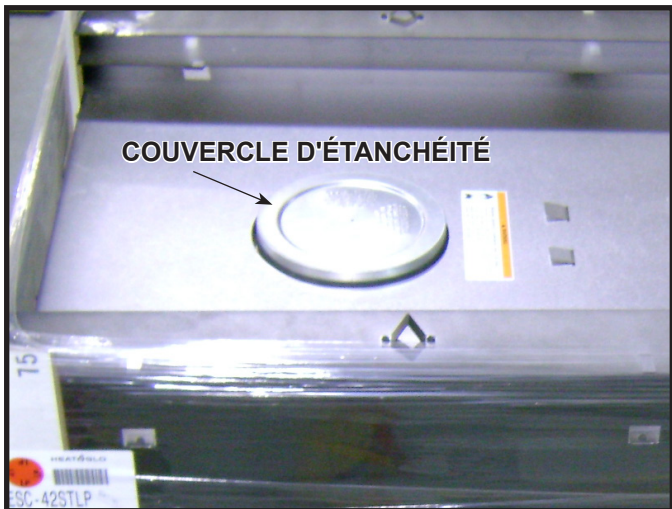

Figure 6.2. Couvercle d'étanchéité.
2. Le capuchon d'étanchéité, illustré à la figure 6.2, est inclus pour empêcher les matériaux de construction de pénétrer dans l'appareil. Retirez le couvercle du conduit lorsque la phase d'installation du tuyau commence.